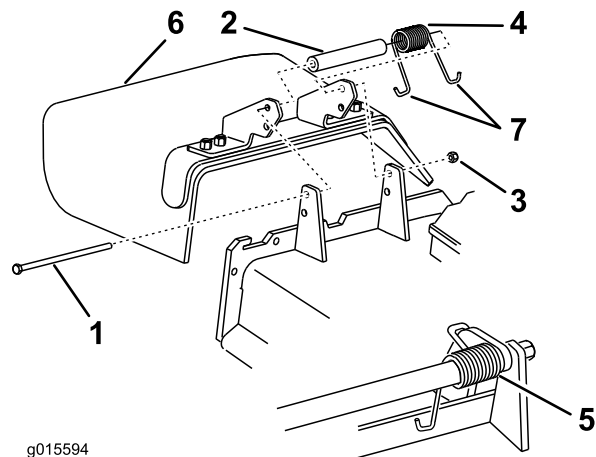

Figura 100
1. Retire la contratuerca, el perno, el muelle y el espaciador que sujetan el deflector a los soportes de pivote (Figura 100). Retire el deflector de hierba dañado o desgastado.
Nota: Asegúrese de colocar un extremo en **J** del muelle detrás del reborde de la carcasa antes de instalar el perno, según se muestra en Figura 100.
3. Instale el perno y la tuerca. Coloque un extremo en **J** del muelle alrededor del deflector de hierba (Figura 100).